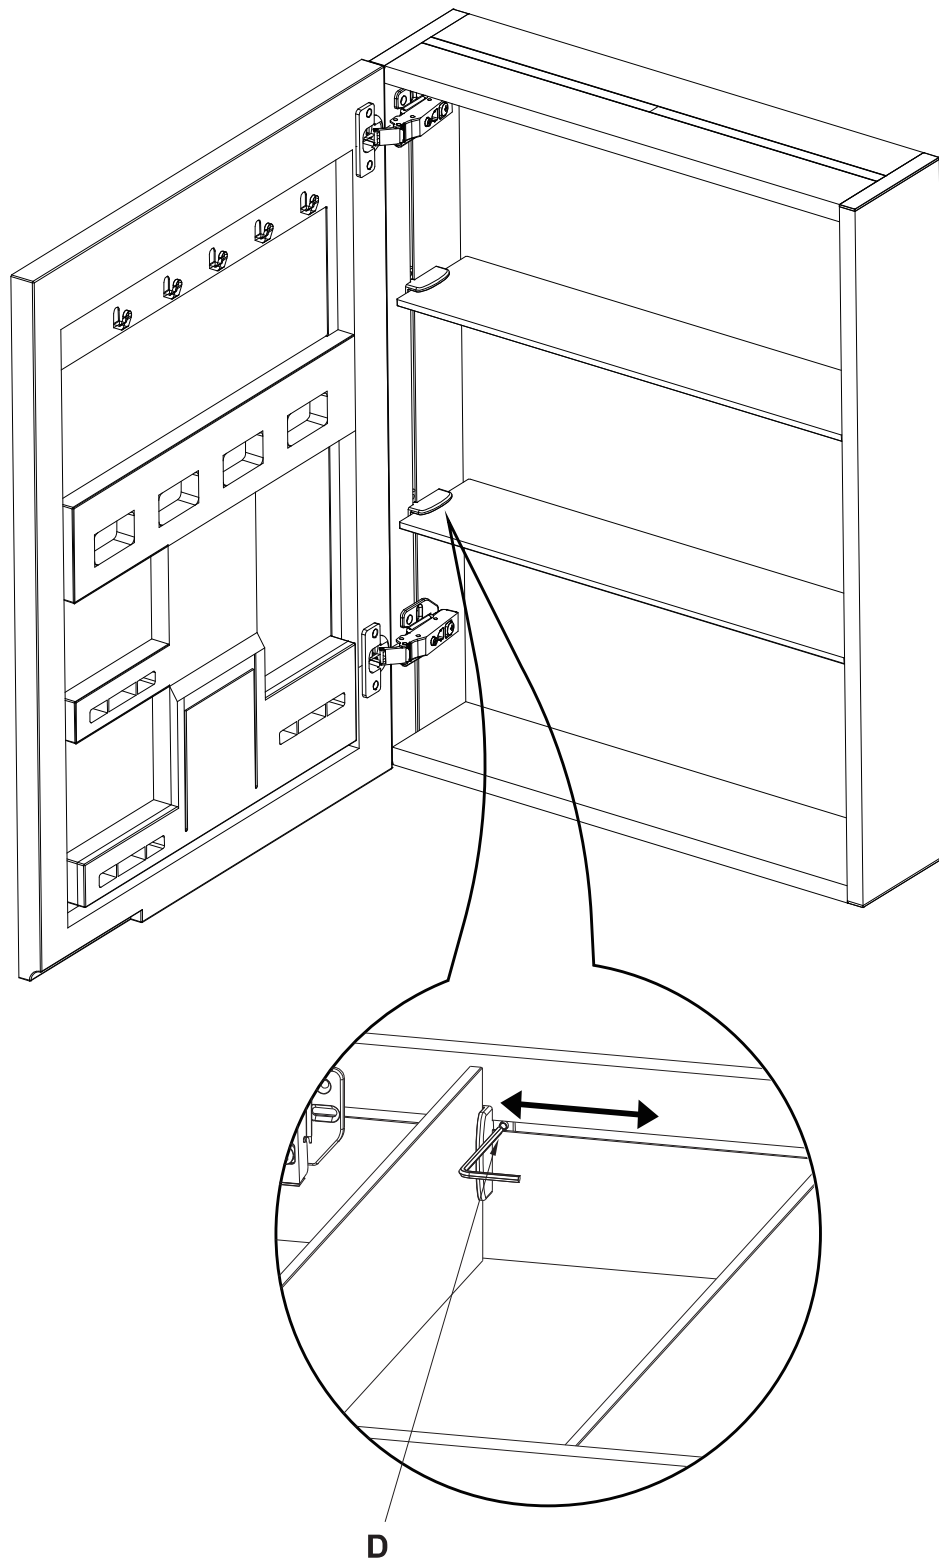

Fig. 10
4. Draai de bevestigingsschroef (D) los en pas de positie van de plank aan glas, Fig. 10